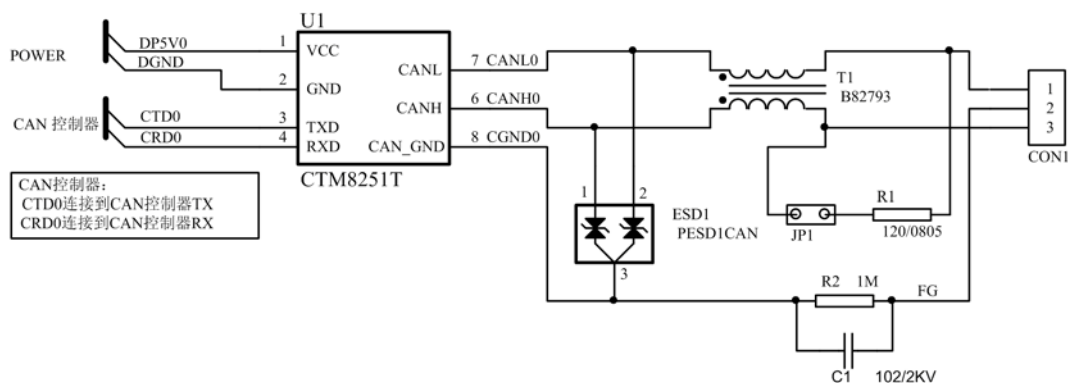

图 1.1 基于 CTM 收发器的 CAN-bus 接口电路
- 文件“*基于CTM收发器的CAN-bus接口电路.SCH*”是图 1.1 电路的原稿；